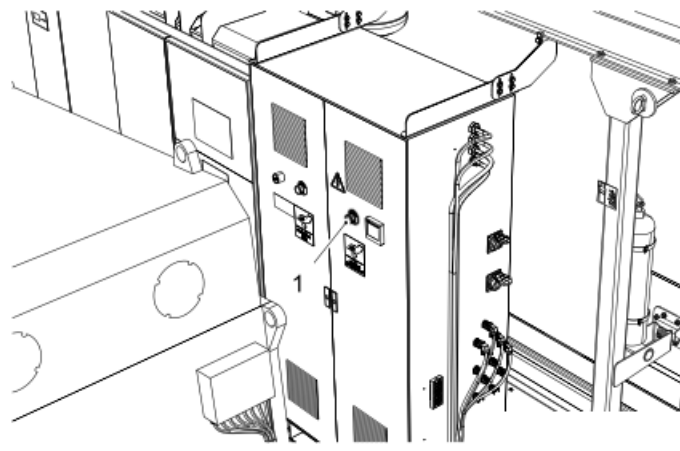
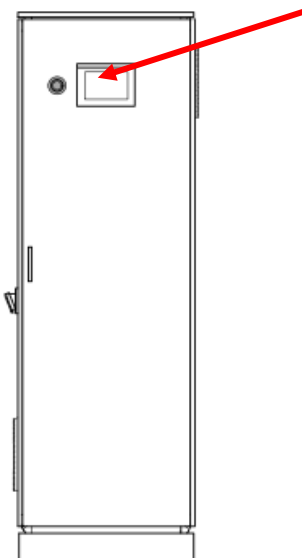

Abbildung 6: Beispielhafte Position des Notausschalters am Schaltschrank der Gondelsteuerung
Abbildung 7: Beispielhafte Position des Notausschalters am Schaltschrank im Turmfuß
- Betätigung der Notausschalter (Abbildung 6, Abbildung 7)